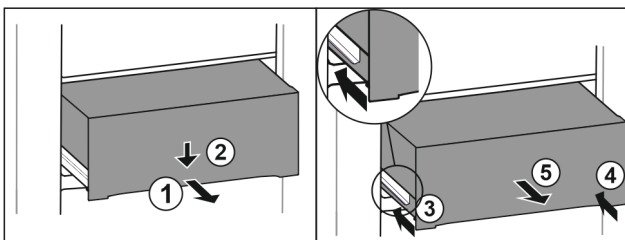

Fig. 82
- ▶ Schubfach halb herausziehen. Fig. 82 (1)
- ▶ Schubfach an der Vorderseite nach unten drücken. Fig. 82 (2)
- ▶ Linke Schiene etwa 2 cm einschieben. Fig. 82 (3)
- ▶ Rechte Schiene etwa 2 cm einschieben. Fig. 82 (4)
- ▶ Schubfach nach vorne entnehmen. Fig. 82 (5)